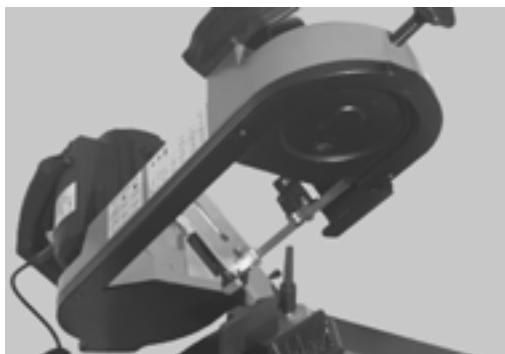

Fig. 47
2. Levante el arco hasta la posición vertical (Fig. 47).
Elementos de Fig. 47 - 50